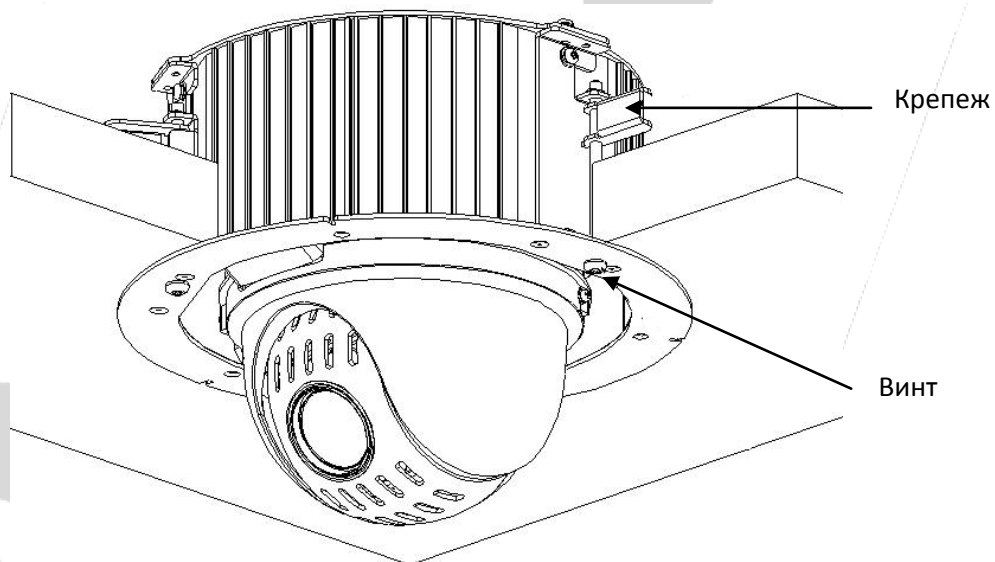

Рисунок 1.6. Установка камеры.
2. Подключите кабель к камере и корпус камеры в вырезанное отверстие. Закрепите камеру используя винты на корпусе (при затягивании винты повернут и притянут крепеж), рисунок 1.6.